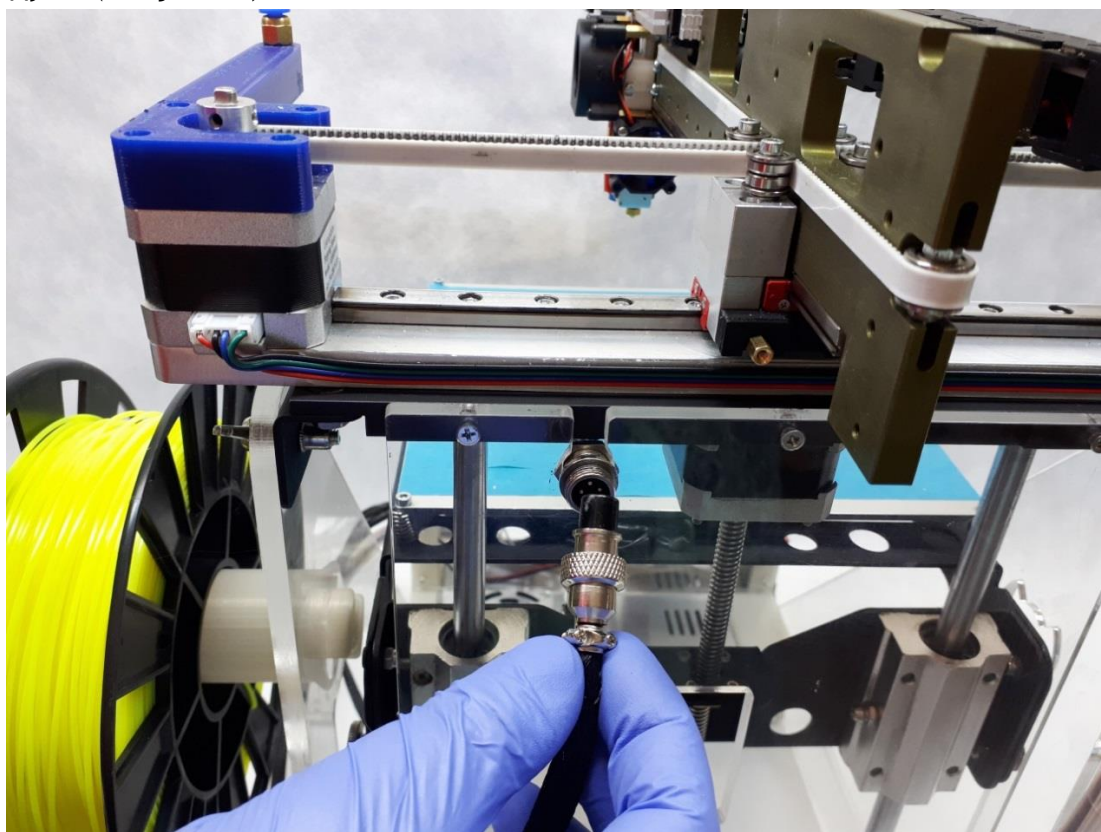

Рисунок 8
7. Подключите кабель с разъемом (4 контакта) от блока управления к Z-модулю (Рисунок 8)